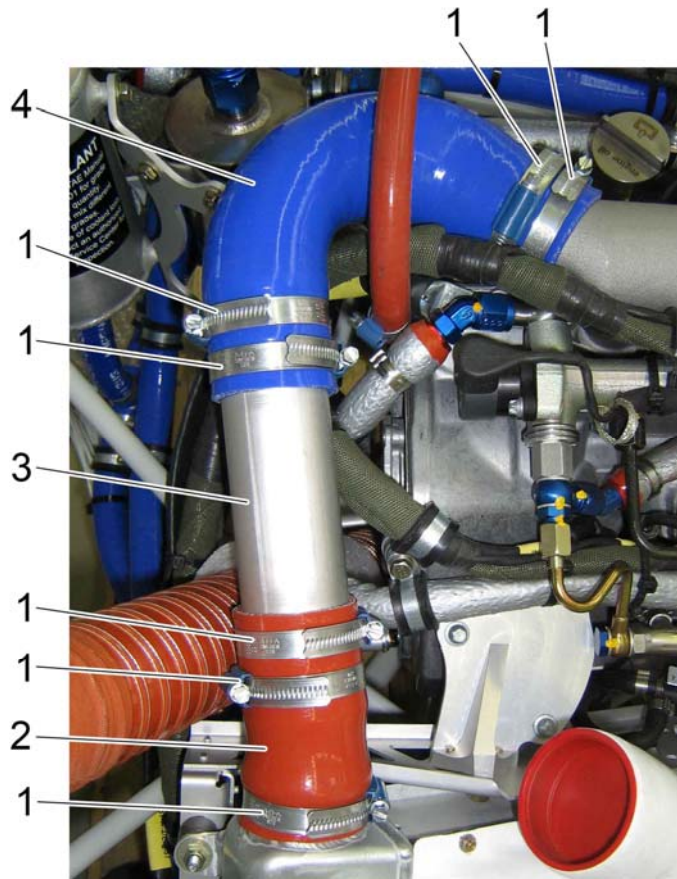

Bild 2 / Figure 2
7. Den Silikonschlauch, den Schlauchbogen und die Schlauchklemmen gemäß Bild 2 ausrichten.
7. *Arrange the silicone hose, the silicone elbow hose and the clamps according to Figure 2.*